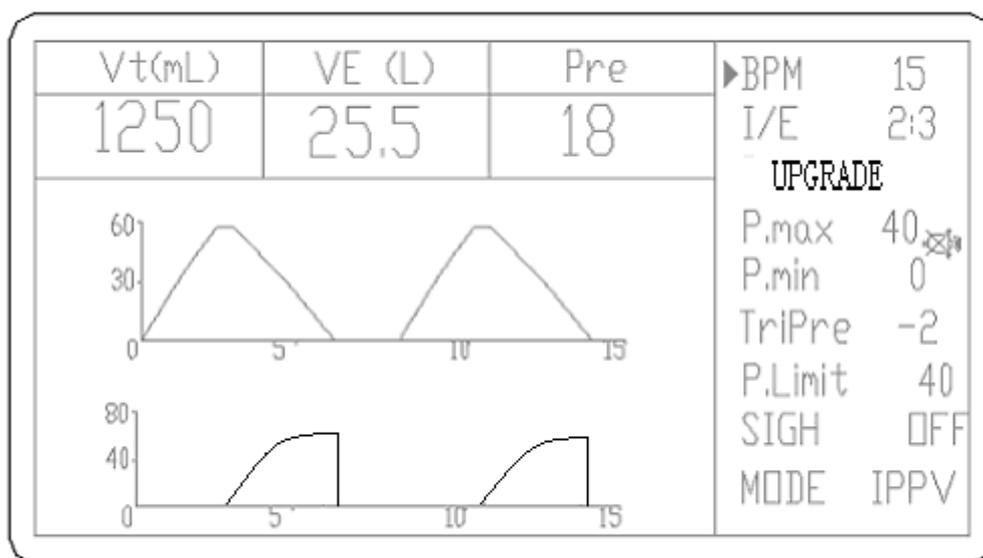

Рисунок 8
1. Нажмите на кнопку «МЕНЮ» на панели управления и Вы увидите треугольный курсор, находящийся на первом ключевом параметре. (Рисунок 8).